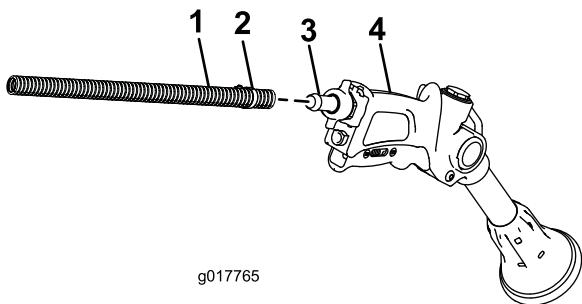

Figura 18
- Collegate l'estremità libera del flessibile lungo al raccordo sulla pistola a spruzzo (Figura 18).